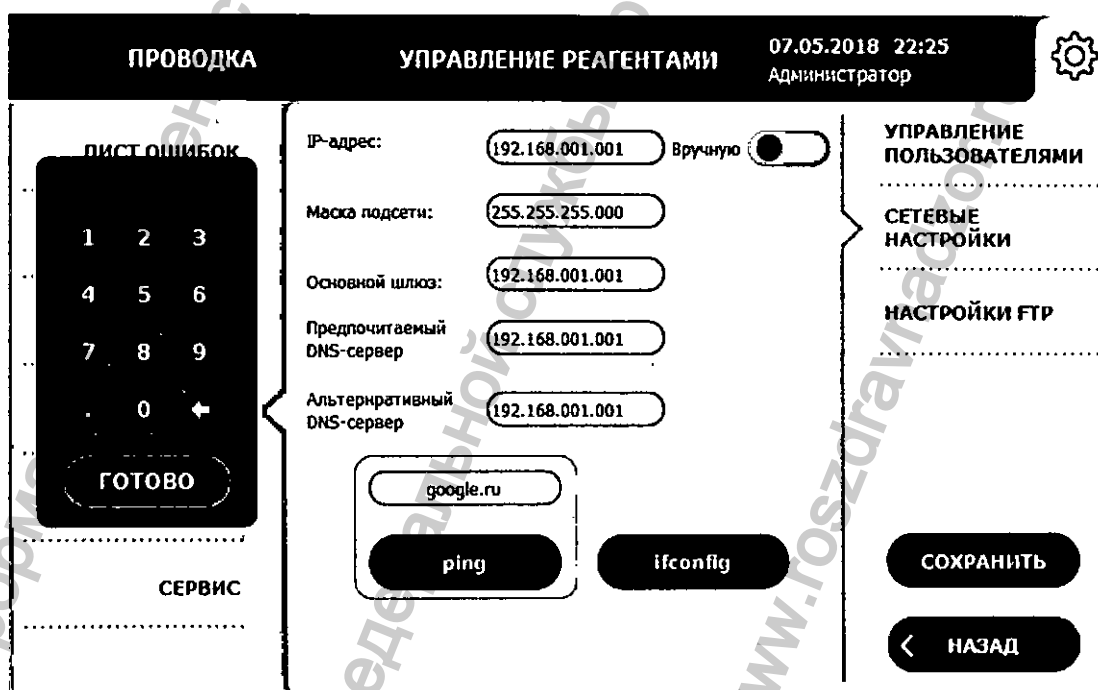

Рисунок 3.53. Ввод IP-адреса вручную
2. Для самостоятельной настройки IP-адреса установите переключатель в положение **Вручную**. В поле **IP-адрес** введите требуемый сетевой адрес, используя экранную клавиатуру (рисунок 3.53). Для завершения ввода нажмите кнопку **Готово**.